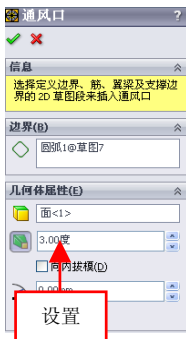

图 9-41 设置参数值
(7) 在相应选项区中，单击【拔模开/关】按钮 ，开启拔模，设置【拔模角度】为 3，如图 9-41 所示。